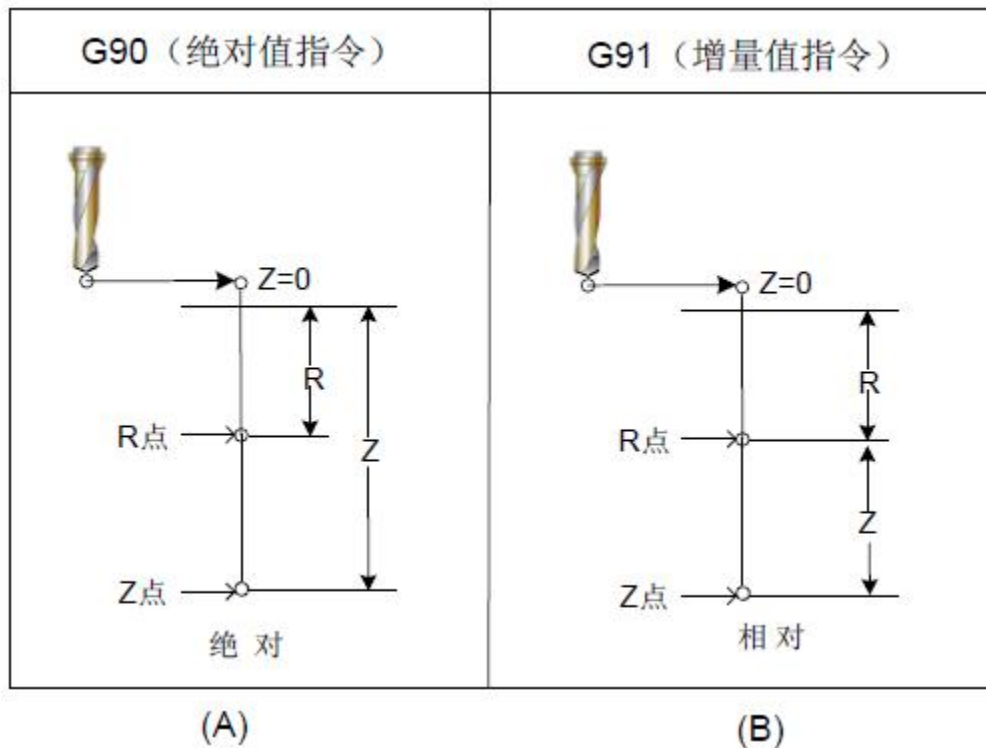

图3-4-2
R	用增量值指定图3-4-2(B) 的从初始点平面到R 点距离, 或者用绝对值指定R 点的坐标值。进给速度在动作2 和动作6 中全都是快速进给。
沿着钻孔轴的移动距离对G90 和G91 变化如图3-4-2 所示。（一般用G90 编程，如用G91 编程，则Z和R 均按负值处理）